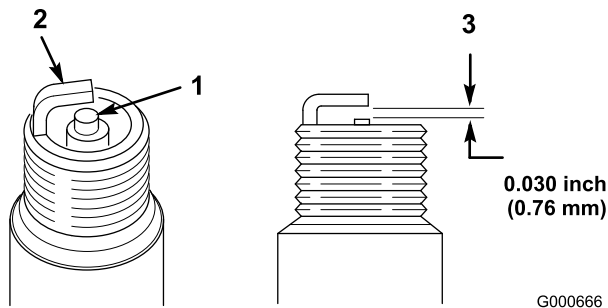

Figura 27
1. Controllate il centro della candela (Figura 27).
2. Verificate la distanza tra gli elettrodi centrale e laterale (Figura 27) e se non è esatta piegate l'elettrodo laterale.